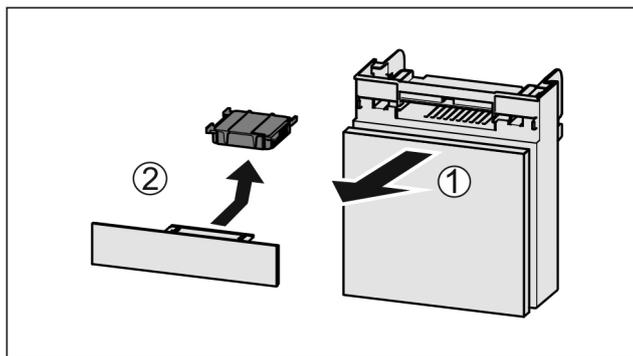

Fig. 31
► Estrarre il vano tirando in avanti Fig. 31 (1).
► Rimuovere il filtro a carboni attivi Fig. 31 (2).